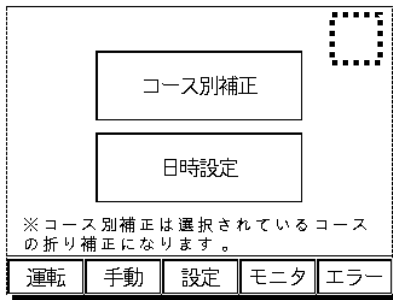
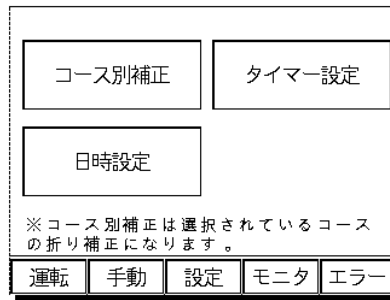

図7-29
図7-30
- ・ 設定メニュー画面(図7-29)の右上角を2秒長押しで、設定画面(図7-30)に **タイマ設定** スイッチを表示します。(一度電源を切ると **タイマ設定** スイッチは表示されなくなります。)